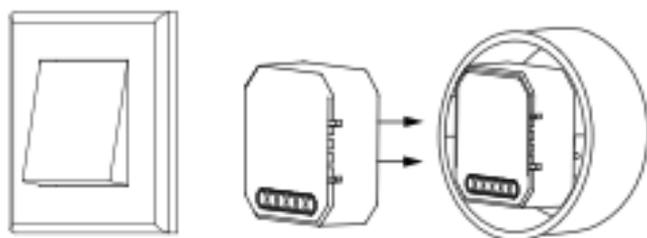
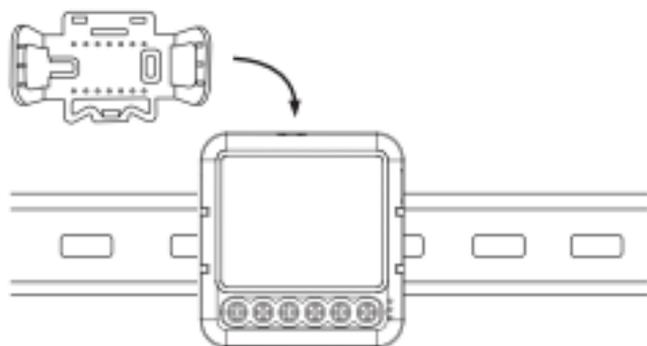

Рисунок 3
Рисунок 4
7.1 Реле устанавливается непосредственно в подрозетник за выключателем (см. рисунок 3) или на DIN-рейку. На DIN-рейку устройство устанавливается с помощью монтажного зажима (см. рисунок 4).